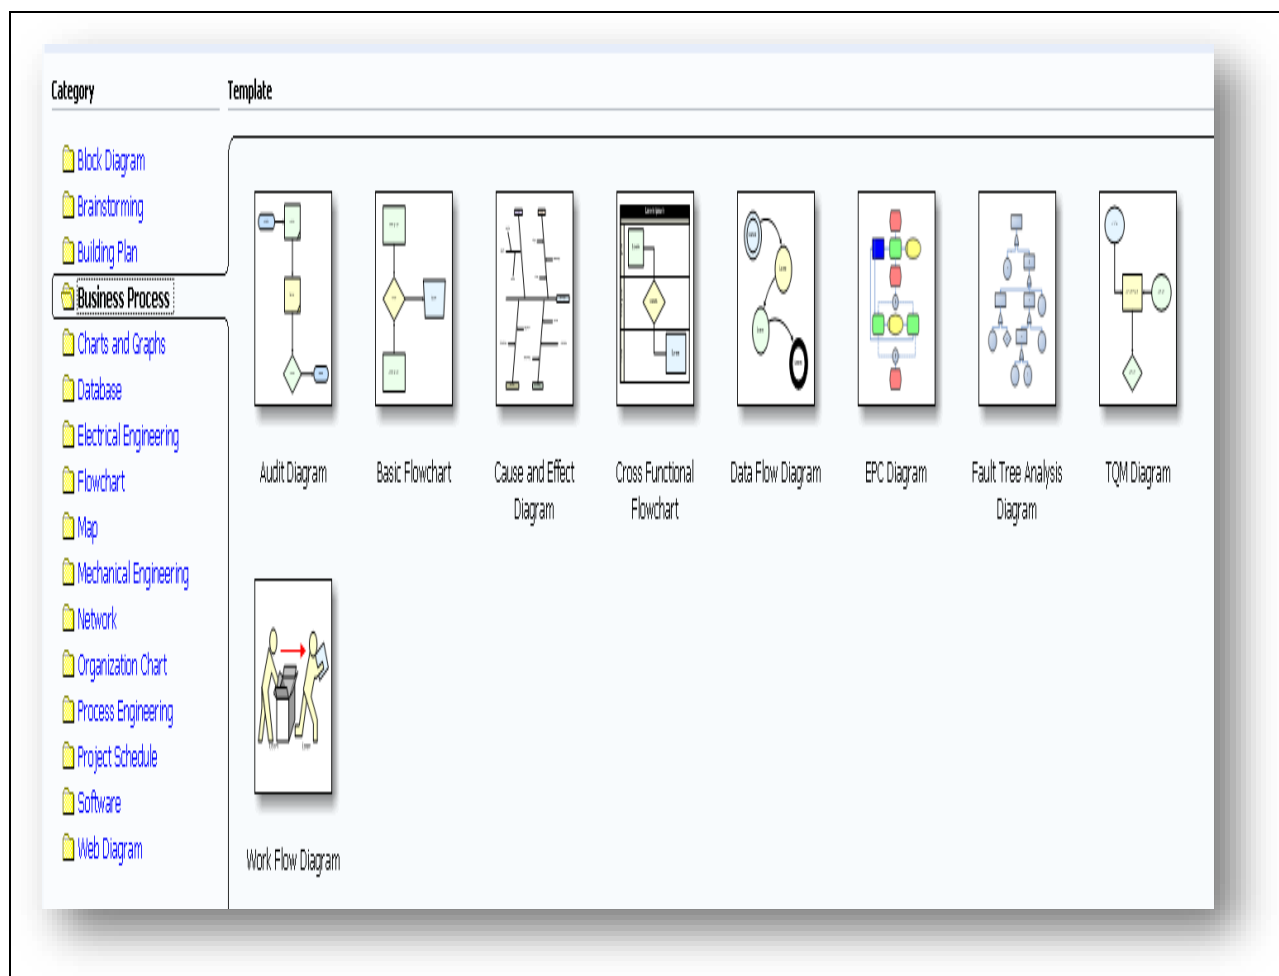

Рис. 48. Шаблоны категории Business Process в MS Visio
Отличительной чертой MS Visio является простота и удобство создания диаграмм и интеграция с другими продуктами Microsoft Office. Для моделирования бизнес-процессов программа MS Visio предлагает бизнес-аналитику наборы шаблонов диаграмм из двух категорий: Business Process (9 типов шаблонов) и Flowchart (5 типов шаблонов) – рисунок 48.
18. Созданный рисунок локальной сети (близкий к образцу - рис. 48) замкнуть в круг и выполнить заливку, используя инструменты панели